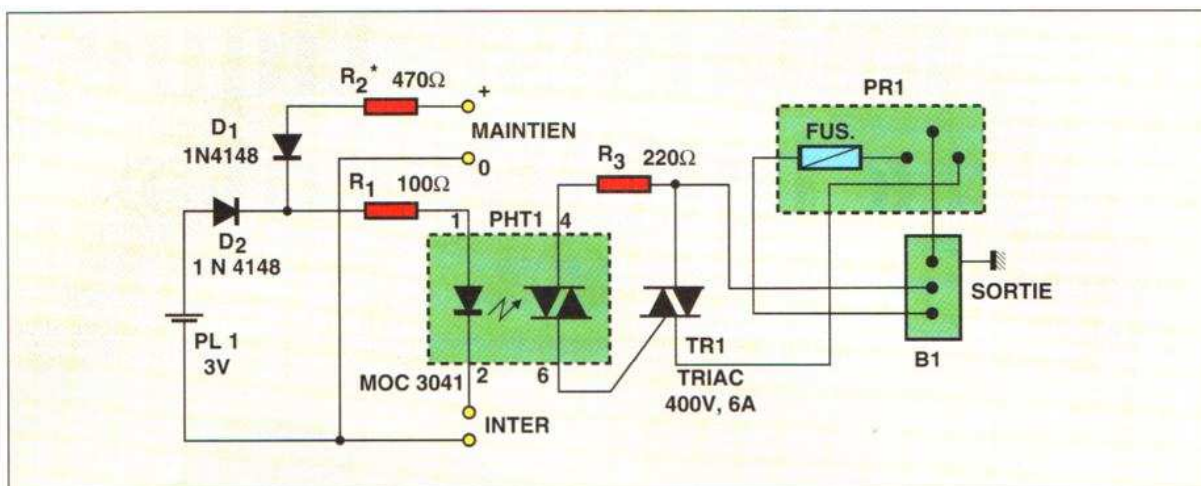

Fig. 1. — Schéma de notre montage.
■ Fig. 1. — Schéma de notre montage.